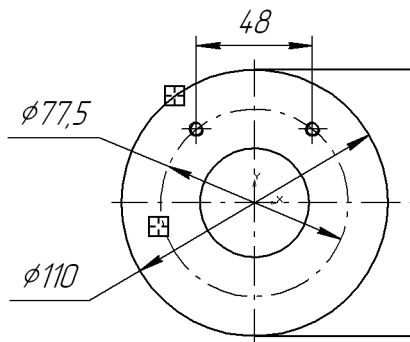

Рис. 51.44.
7. Проставьте два диаметральных размера для окружностей диаметром 110 мм и 77,5 мм (рис. 51.44).